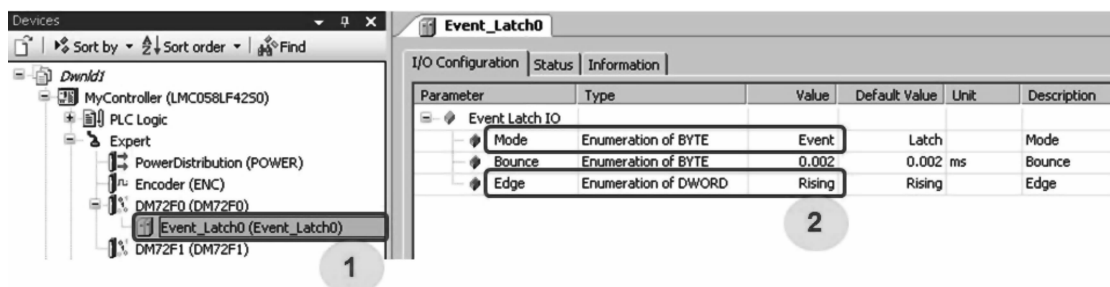

图 7-39 输入配置
如在专家模板 DM72F0 上，点击鼠标右键打开下拉菜单，选择“添加设备”，并选择“Event _ Latch0”，建立一个子设备 Event _ Latch0。双击子设备 (1)，打开配置画面，在方式 Mode 上，选择事件“Event”，信号触发选择上升沿“Rising” (2)，如图 7-39 所示。